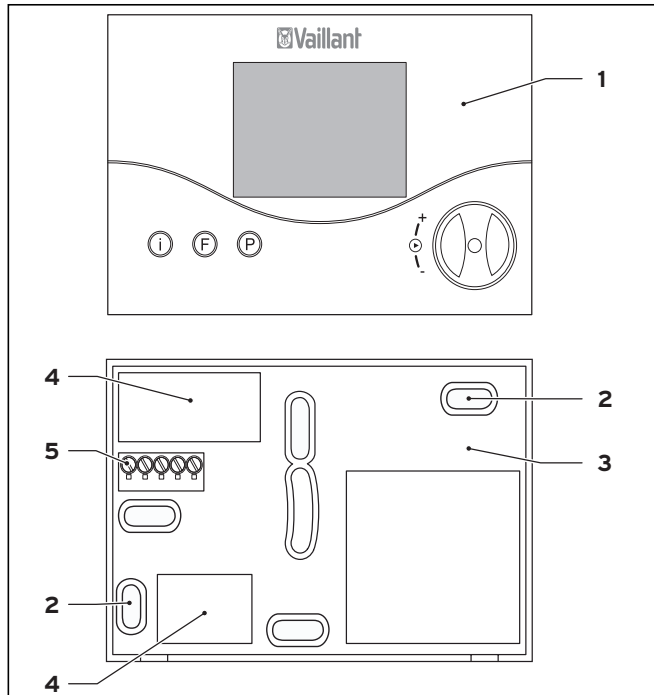

Abb. 4.10 Fernbedienung montieren
- Ziehen Sie das Gehäuse (1) der Fernbedienung vom Wandsockel (3) ab.
- Bringen Sie zwei Befestigungsbohrungen (2) mit Durchmesser 6 mm (entsprechend Abbildung 4.10) an und setzen Sie die mitgelieferten Dübel ein.
- Ziehen Sie das Anschlusskabel durch eine Kabeldurchführung (4).
- Schließen Sie das Anschlusskabel an die entsprechenden Klemmen (E-Bus + und -) der Klemmleiste (5) an.
- Setzen Sie das Gehäuse (1) so auf den Wandsockel (2), dass die Stifte an der Rückseite des Oberteils in die Aufnahmen passen.